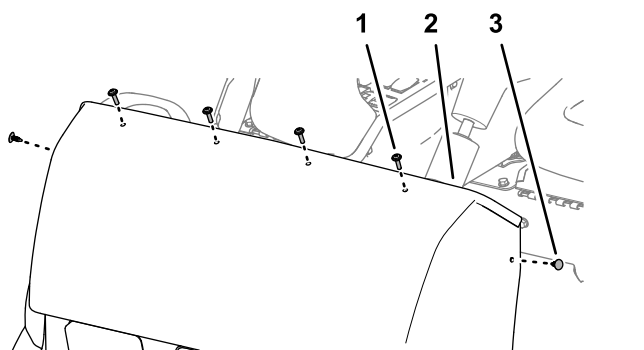

Figure 144
2. Fixez le capot au support du tableau de bord avec 2 fixations enfichables (Figure 144).
3. Fixez le capot au support du tableau de bord (Figure 144) avec 4 vis Phillips à tête creuse ($\frac{1}{4}$ x 1 po).